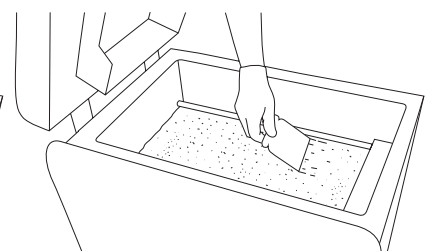

Abbildung 22. Gleichmäßige Verteilung des Pulvers auf beiden BEDs.
14. Es empfiehlt sich ebenfalls, ein wenig des ausgewählten Pulvers auf die Oberfläche des PRINT Bed **27** aufzubringen. Dies beschleunigt die Erstellung der ersten Schicht während der Positionierung (Abbildung 22). Drücken Sie die Schaltfläche „DONE“ („ERLEDIGT“), sobald Sie damit fertig sind.